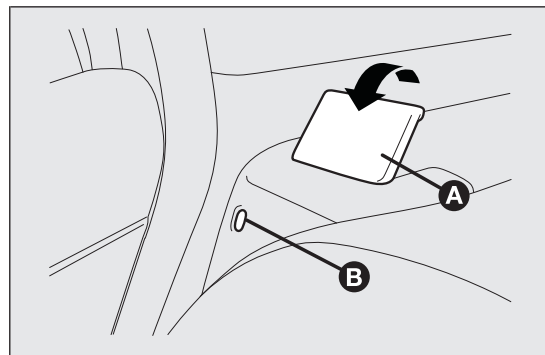

fig. 77
- ☐ soulever le levier A fig. 77 de retenue du dossier et rabattre celui-ci vers l'avant. Le soulèvement du levier est signalé par une « bande rouge » B.